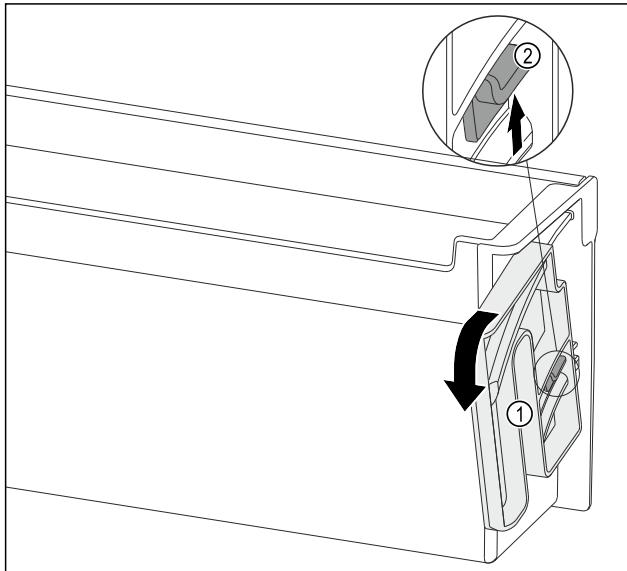

Fig. 110
- Прокрутіть поворотний модуль Fig. 110 (1) у вказаному напрямку до упору.
- Натисніть клапан Fig. 110 (2) угору і дістаньте поворотний модуль Fig. 110 (1).